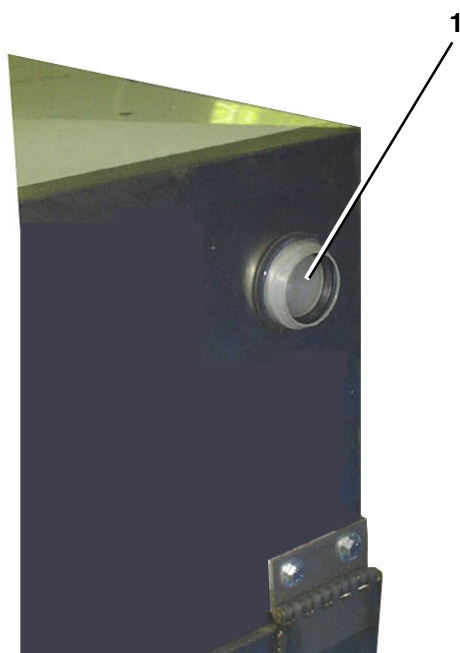

Fig. 17
- inserire l'estremità del tubo all'interno dell'impianto di lavaggio tramite l'apposito foro **1 (Fig. 17)**,
- insert a tube end into the hole **1 (Fig. 17)** of the cleaning system
- das Schlauchende über die Öffnung **1 (Abb. 17)** in das Innere der Vorrichtung einfügen,
- introduire l'extrémité du tuyau à l'intérieur de l'installation de lavage en passant par l'orifice prévu à cet effet **1 (Fig. 17)**,
- introducir la extremidad de la manguera en el interior del equipo de lavado a través del agujero específico **1 (Fig. 17)**,